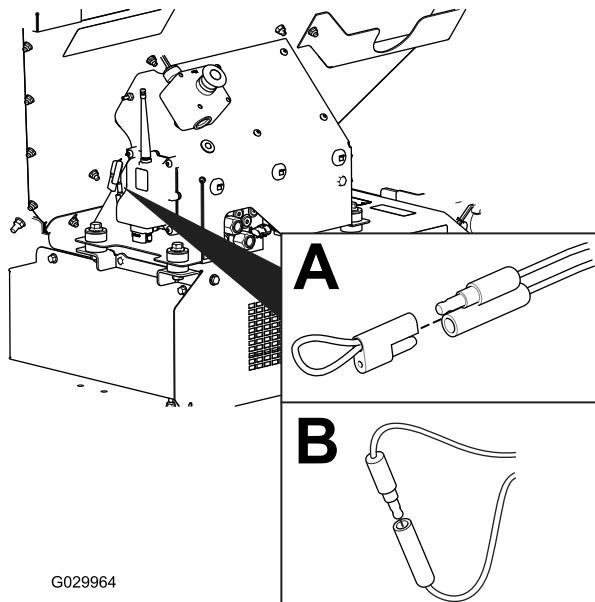

Рисунок 27
2. Снимите привязную крышку с двух диагностических замыкающих соединителей (Рисунок 27, А).
3. Соедините диагностические замыкающие соединители друг с другом (Рисунок 27, В).
- Отсоедините диагностические перемычки (Рисунок 27, В).
- Наденьте привязанную крышку на два диагностических замыкающих соединителя (Рисунок 27, А).